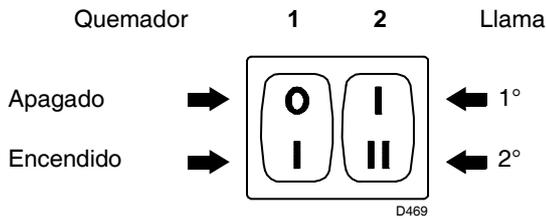
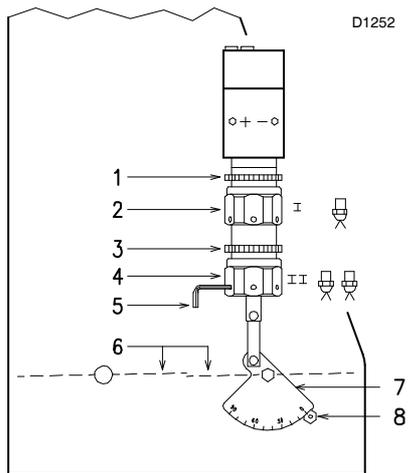

Fig. 20
Fig. 21
- Poner en marcha el quemador cerrando los termostatos y con el interruptor 1)(pág. 18, Fig. 20) en la posición "MARCHA".
- Cuando el gasóleo sale por el tornillo 3), es indicativo de que la bomba está cebada. Parar el quemador: interruptor 1)(pág. 18, Fig. 20) en posición "PARO" y apretar el tornillo 3).
Situar el interruptor 1)(Fig. 20) en la posición “MARCHA”.
Mantener el quemador funcionando en 1ª llama, situando el interruptor 2) (Fig. 20) en la posición 1ª llama. La abertura del registro 6) (Fig. 21) debe ser proporcional a la boquilla elegida: el índice 8) (Fig. 21) debe corresponderse con el número de posición que se indica en el sector graduado 7) (Fig. 21). El reglaje se efectúa girando el hexágono 2) (Fig. 21):
Situar el interruptor 2) (Fig. 20, pág. 18) en posición 2ª llama y regular el registro 6) (Fig. 21) actuando sobre el hexágono 4) (Fig. 21), después de haber aflojado la contratuerca 3) (Fig. 21)
para facilitar la regulación de los hexágonos 2) y 4) (Fig. 21), utilizar una llave hexagonal de 3 mm 5) (Fig. 21).